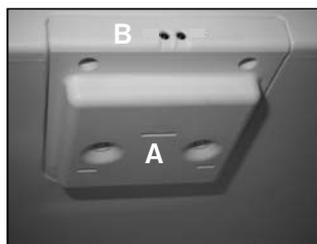
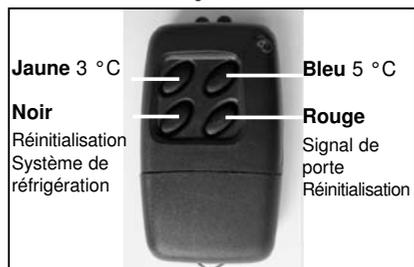

Figure 6.
Figure 9.
Il est possible de modifier la température réglée à l'aide de la télécommande (figure 9). Ouvrez la porte, approchez la télécommande du capteur d'ouverture de porte du minibar (figure 6.B), choisissez la température désirée, appuyez sur le bouton jaune pour la température de 3°C ou le bouton bleu pour la température de 5°C.
provisions et/ou de boissons), la porte n'est pas bien fermée, la ventilation de l'unité de refroidissement n'est pas convenable et/ou la position du réfrigérateur n'est pas horizontale. Nous vous demandons de vérifier ces éléments, après il est possible de remettre en service le réfrigérateur en positionnant la télécommande (figure 9) vers le capteur d'ouverture de porte et en appuyant sur le bouton noir ou en débranchant le réfrigérateur du réseau pour 10 secondes et en le rebranchant après. Le réfrigérateur commence à fonctionner de nouveau. Si le scintillement revient, il peut y avoir un problème grave avec l'unité de refroidissement, donc vous devez contacter le service de réparation Dometic.
### 8.1.1. Eclairage LED intérieur (Fig. 6) (compartiment réfrigéré)
2. Remettez ensuite le signal de la porte à zéro en dirigeant la télécommande (Figure 9) vers le capteur de la porte et en appuyant sur la touche rouge (Figure 6 B).